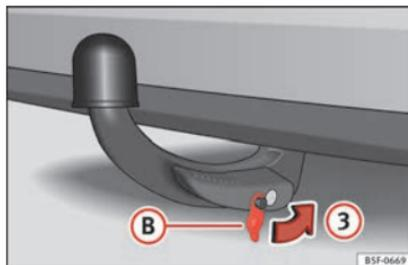

Fig. 238 Colocar la tapa sobre la cerradura
- Coloque la tapa **B** en la cerradura en el sentido de la flecha **3** » » fig. 238 » » **!**.